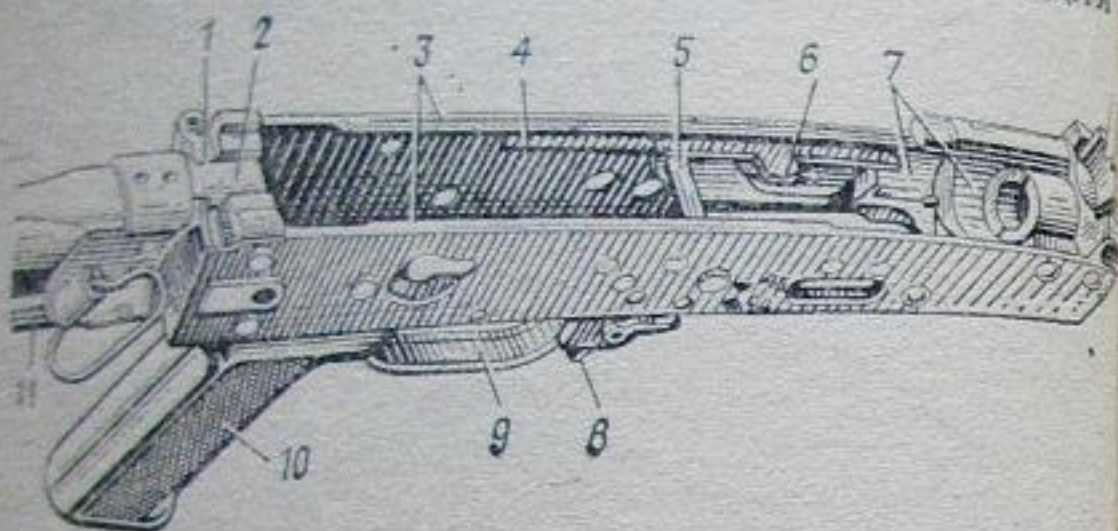

Рис. 24. Ствольная коробка:
11. Ствольная коробка (рис. 24) служит для соединения частей и механизмов автомата, для